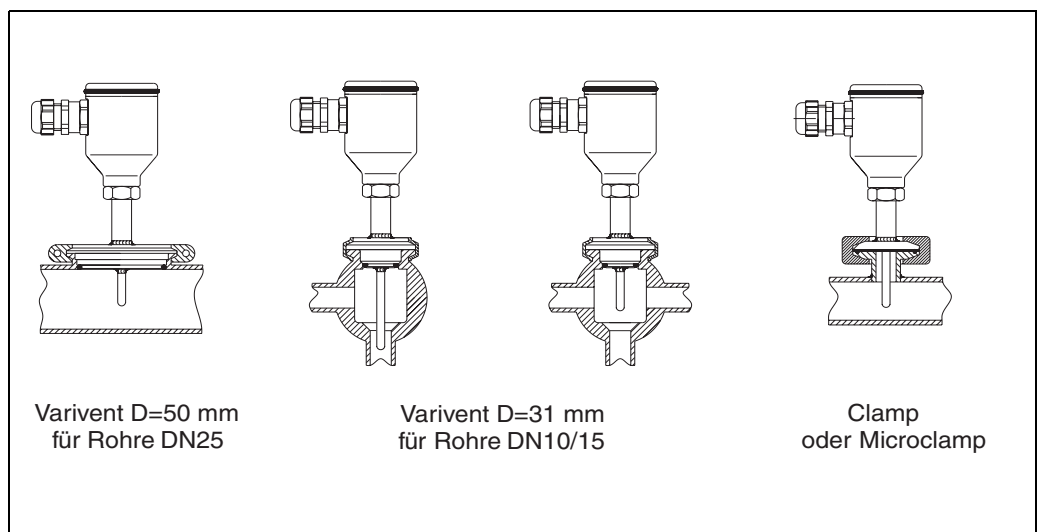

Abbildung 3. Installationsmöglichkeiten in kleineren Rohren.
Um diese Fehlerquelle auszuschließen, sollte die Einbaulänge (L) nach Möglichkeit mindestens 90 mm betragen. Bei Rohren mit kleinem Durchmesser muss die Fühlerspitze bis an die Mittellinie der Leitung heran und sogar ein Stück weit über diese hinaus reichen (siehe Abbildung 3).
Möglichkeiten für die Installation der Sensoren in kleineren Rohren sind in Abbildung 3 dargestellt.
Die Varivent®-Anschlüsse müssen in Verbindung mit speziellen Tuchenhagen®-Inline-Komponenten oder Tankadaptern eingesetzt werden; für Varivent®-Flansche mit kleiner Nennweite ist die maximale Einbaulänge für die üblichen Anwendungsbereiche in der folgenden Tabelle angegeben (siehe auch Abbildung 3).